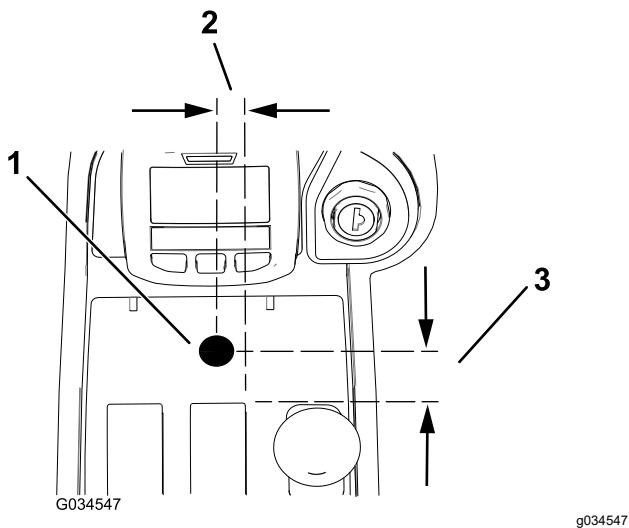

Рисунок 16
1. Просверлите отверстие диаметром 13 мм в среднем пульте; см. правильное расположение на Рисунок 16.